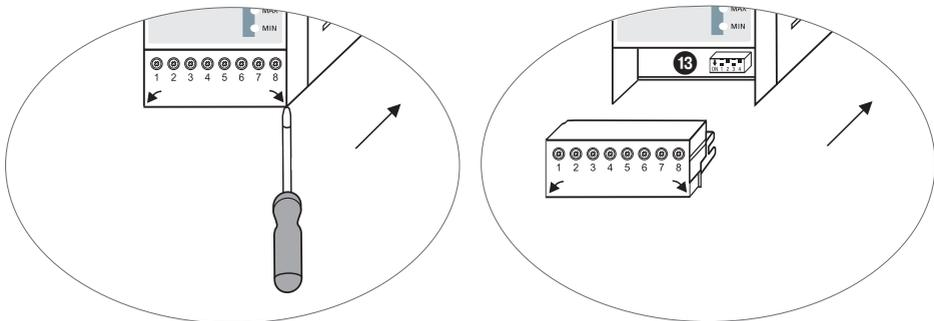

Рис. 6
- Снять **нижнюю** клеммную панель. **Рис. 6**